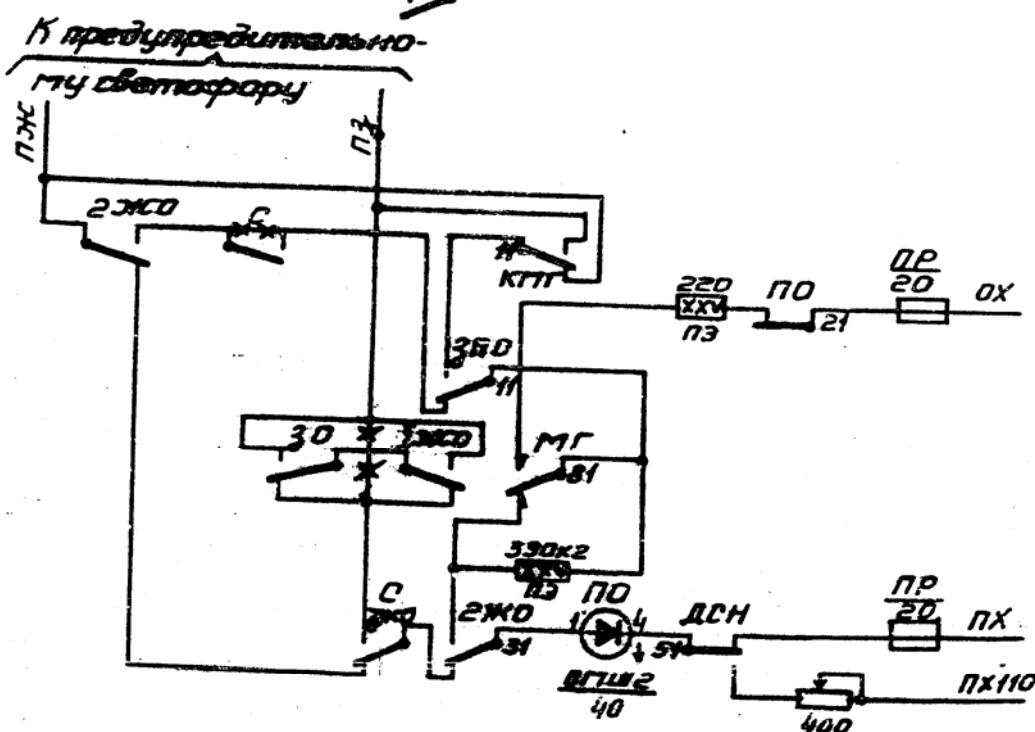

РИС. 12
7. При увязке ЭЦ с полуавтоматической блокировкой (ТР-66 л.94), при включении реле "С" по схеме рис.1, включение предупредительного светофора изменить по схеме рис.12.
При включении реле "С" по схеме рис.2 в схеме предупредительного светофора рис.12 контакты реле 30 и 1Х0 не включаются.